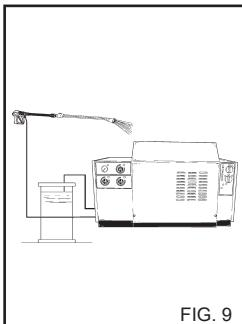

FIG. 9
3) Etter å ha brukt et vaskemiddel må inntakskretsen for vaskemiddel skylles godt. Dyp sugerønnen for vaskemiddel (fig. 9) ned i et kar med rent vann og la pumpen gå i ett minutt med doseringskranen skrudd helt opp med munnstykket innstilt på spyling med vaskemiddel.
5) Etter at du har brukt vaskemiddel må inntakskretsløpet skylles godt. Dypp sugeslangen for vaskemiddel (fig. 9) ned i et kar med rent vann og la pumpen gå i ett minutt med doseringsskransen skrudd helt opp med munnstykket innstilt på spylting med vaskemiddel.